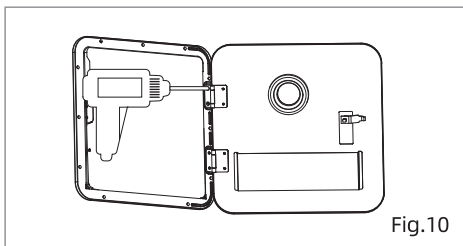

Fig.10
**Optionnel:** Un interrupteur d'alimentation peut être placé dans les pièces d'habitation pour plus de commodité, mais il n'est pas nécessaire puisqu'un interrupteur est situé à l'extérieur de l'appareil. Si l'interrupteur est muni d'un fusible, assurez-vous qu'il est conçu pour au moins 3 A. Voir la Fig. 10 pour référence.